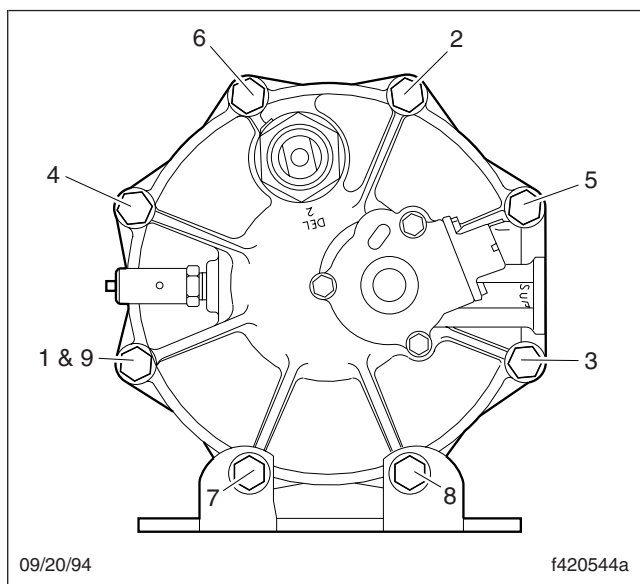

Figura 2, Secuencia de apretado de la tapa de extremo a la cubierta
16. Instale los seis pernos, las doce arandelas, y seis tuercas nuevas. Apriete las tuercas en una secuencia cruzada a un par de apriete de 270 a 385 lbf-in (3060 a 4340 N-cm). Vea la **Figura 2**.